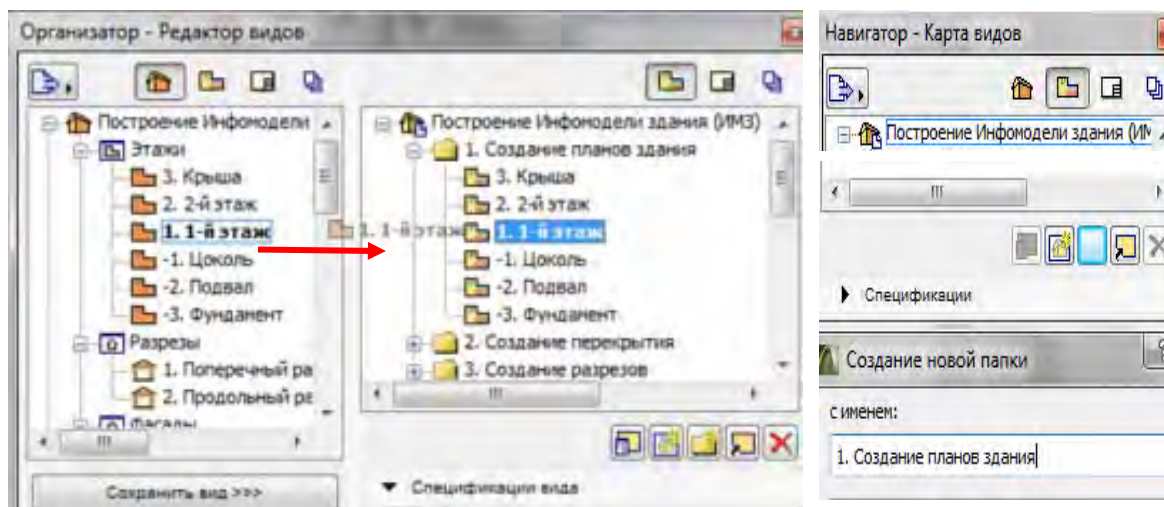

Рис. 108
10. В появившемся окне **Организатор - Редактор видов** располагаются две панели: левая — с картой проекта (взглядами) и правая — с картой видов. Выполните простое перетаскивание всех взглядов из папки **Этажи** в папку **Создание планов здания** карты видов (рис. 108).